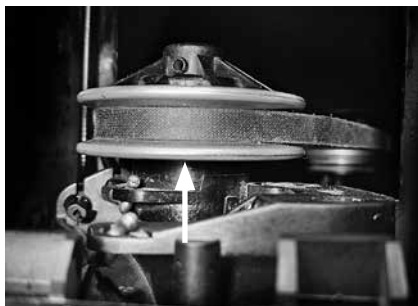

Рис. 19
3. Смажьте силиконовой спрей-смазкой направляющую втулку шкива вариатора (рис. 19).